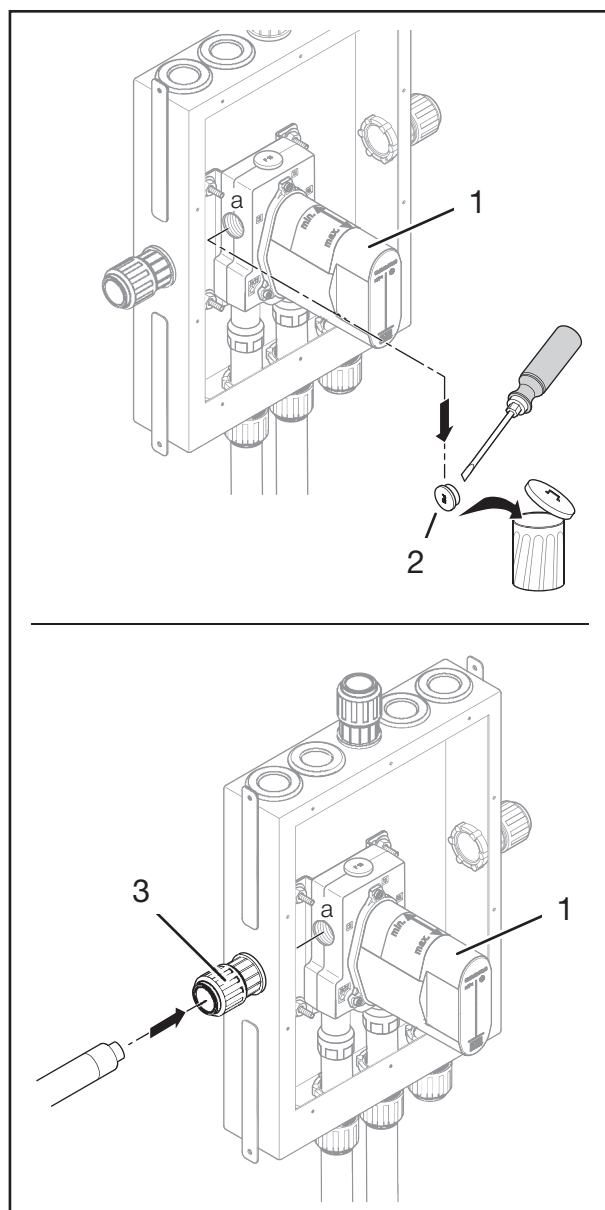

Fig. 7: Installation av handduschset på vänster sida
1. Ta bort den vita tätningspluggen (fig. 7/2) från den vänstra anslutningen på produkten (fig. 7/1).
2. Dra media- och skyddsröret genom skruvkopplingen på inbyggnadslådan (fig. 7/3).
3. Anslut mediaröret till anslutningen på produkten (fig. 7/1) enligt rör- och kopplingstillverkarens anvisningar.
4. Dra åt skruvkopplingen (fig. 7/3) på skyddsrorsgenomföringen på inbyggnadslådan enligt Joramarks monteringsanvisning.